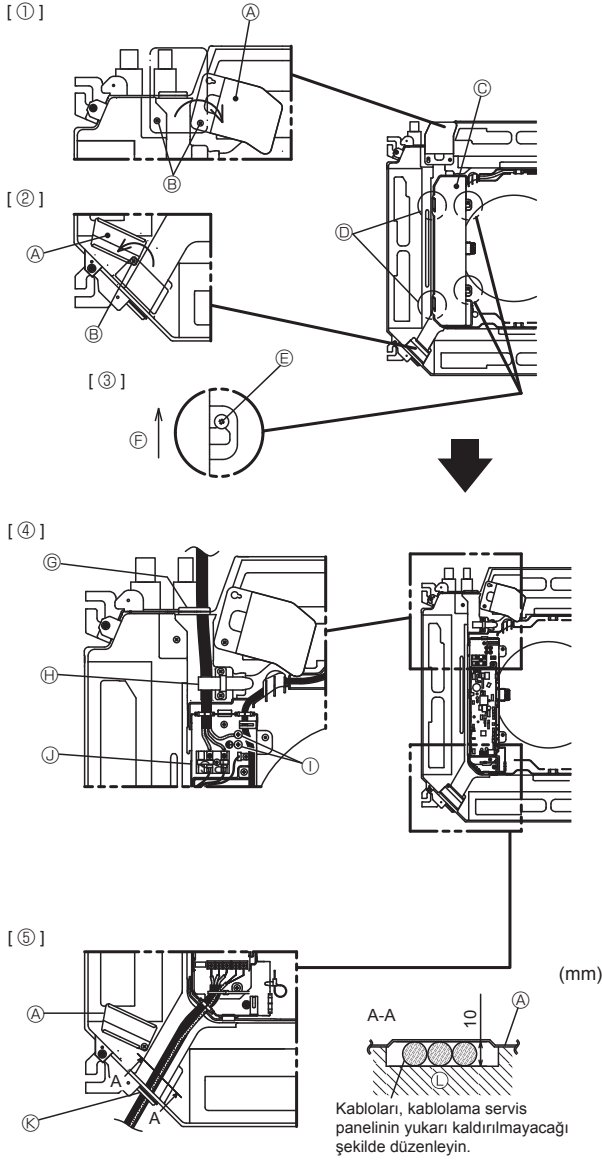

Fig. 5-1
5.1. İç ünite (Fig. 5-1)
1. Elektrik kablosu servis panelini sabitleyen iki vidayı söküp ve ardından elektrik kablosu servis panelini çevirin. [Fig. 5-1 ①]
2. Kablo girişindeki (uzaktan kumanda kablosu ve iç-dış bağlantı kablosu) elektrik kablolama servis panelini sabitleyen tek vidayı gevşetin, ardından servis panelini şekilde gösterilen konuma döndürün. [Fig. 5-1 ②]
3. Elektrikli kutusu kapağını sabitleyen iki vidayı söküp ve ardından elektrik kutusu kapağını kaydırarak çıkarın. [Fig. 5-1 ③]
4. Güç kablosunu ve toprak kablosunu şekilde gösterilen kablolama girişlerinden geçirin ve bağlayın. [Fig. 5-1 ④]
5. Uzaktan kumanda kablosunu ve iç - dış bağlantı kablosunu şekilde gösterilen kablolama girişlerinden geçirin ve bağlayın. [Fig. 5-1 ⑤, Fig. 5-2, Fig. 5-3]